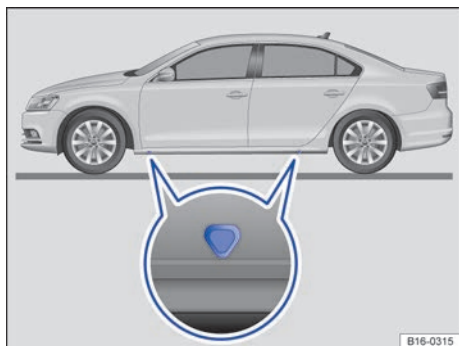

Fig. 219 Puntos de apoyo para el gato.
Coloque el gato únicamente en los refuerzos de los bajos del vehículo que se encuentran detrás de las marcas que hay en la carrocería → fig. 219. El punto de apoyo válido es el que se encuentra junto a la rueda correspondiente → ⚠️.
6. Busque debajo del vehículo el punto de apoyo para el gato → fig. 219 que se encuentre más próximo a la rueda que haya que cambiar.